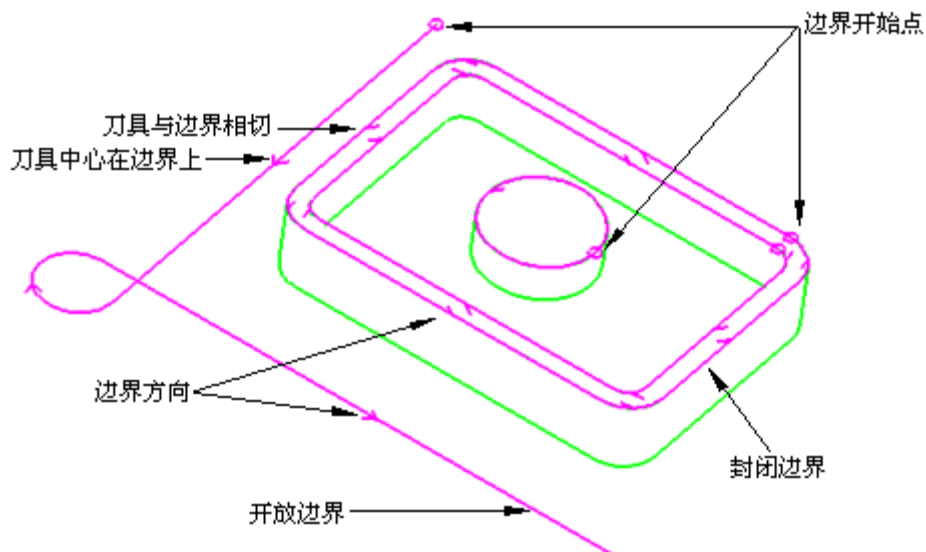

图 8-8
- 边界可以是封闭的，也可以是开放的，如图 8-8 所示。
- 边界包含刀具的定位方式，即与刀具相切或刀具的中心在边界上，如图 8-8 所示。